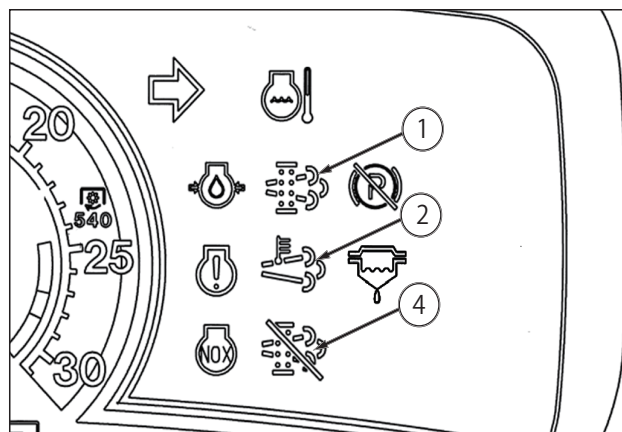

FIG. 55
FIG. 55 et 56 : le fonctionnement de la machine n'est soumis à aucune limitation. Le témoin de demande de régénération du FAP (1) n'est pas allumé.